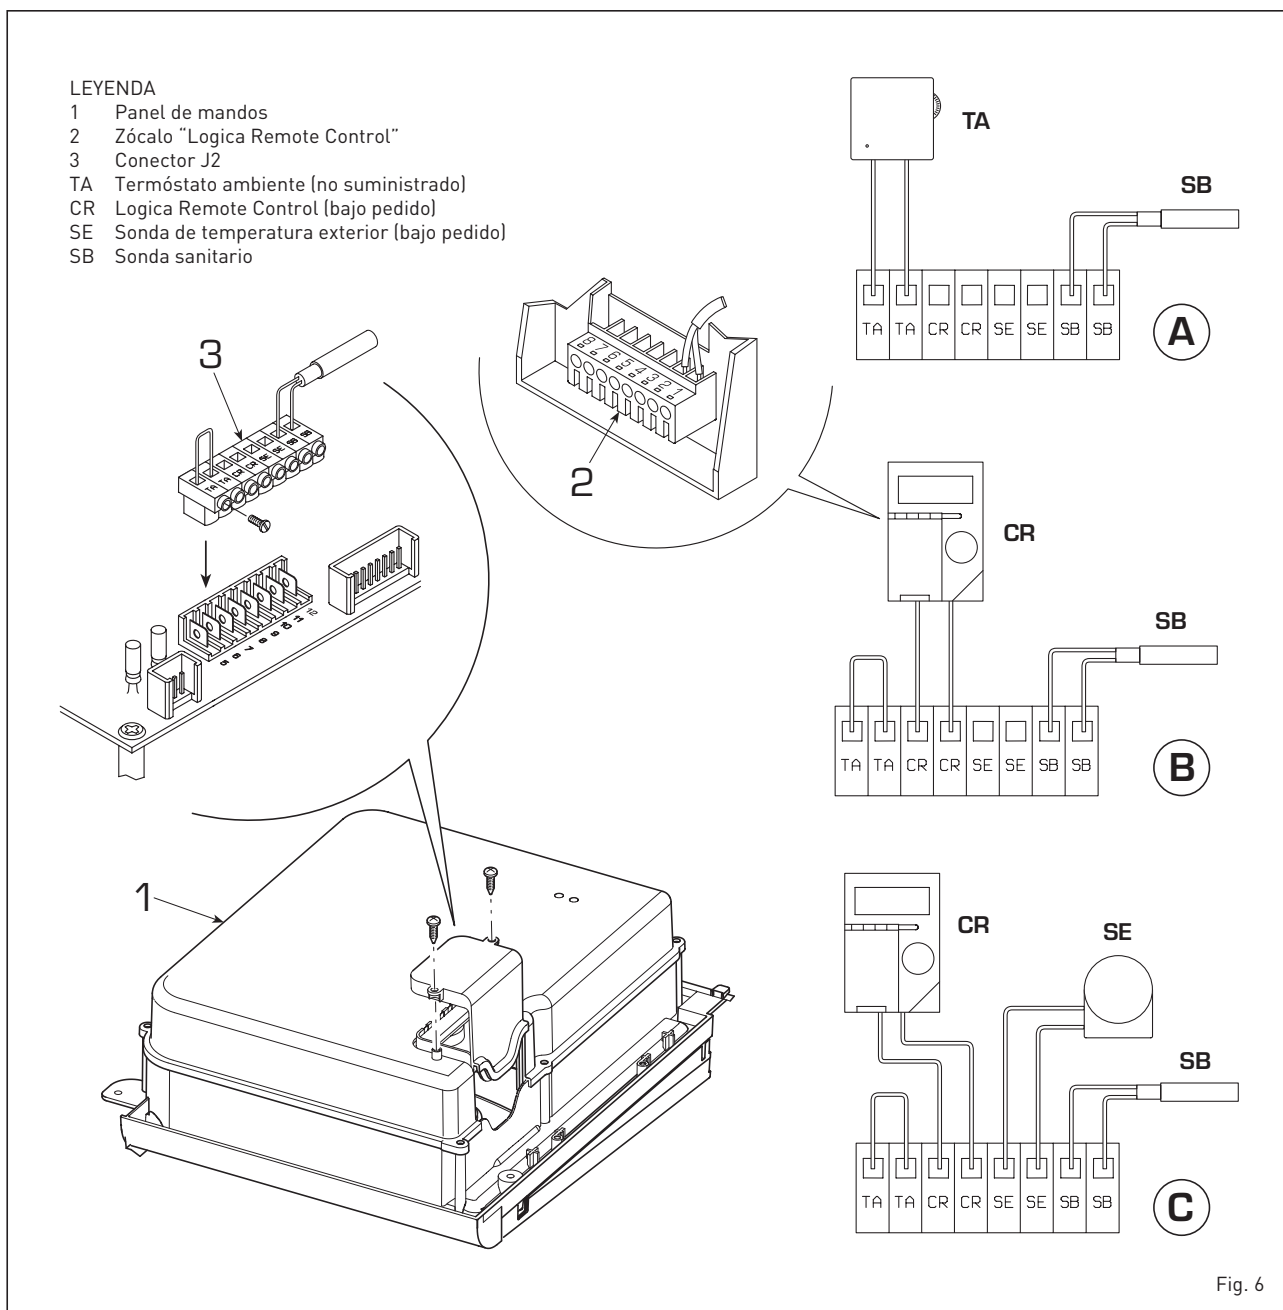

Fig. 6
Con la unidad acumulador se suministra la sonda sanitario (SB) que se debe conectar con la ficha electrónica de mando de la caldera como se indica en la fig. 6.
2.6.1 Conexión termóstato ambiente (fig. 6 pos. A)
2.6.2 Conexión "Logica Remote Control" (fig. 6 pos. B)
2.6.3 Conexión sonda temperatura exterior (fig. 6 pos. C)
Los acumuladores "BT130 - BT150" están suministrados con sonda sanitaria (SB) a conectarse al conector J2 (3 fig. 6). Cuando el acumulador está acoplado a las calderas "22 OF TS - 32 OF TS" introduzca la sonda en la vaina colocada sobre la brida de inspección, control y limpieza del acumulador.